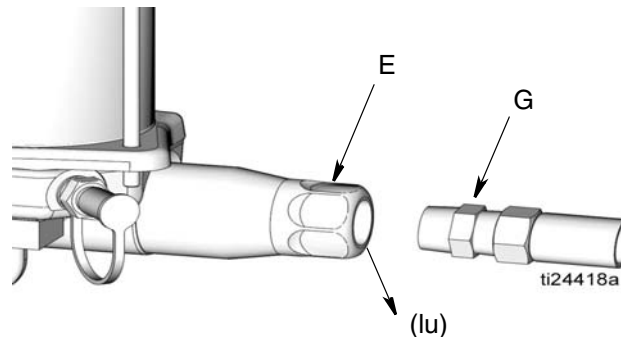

图 7
3. 断开润滑剂供应管路（G）与泵出口（E）的连接（图 7）。
5. 运行泵数个冲程，直至滑脂（gr），无空气，从泵出口（E）处出来（图 7）。